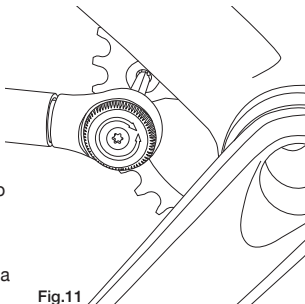

Fig.11
- Serrate con una chiave dinamometrica le viti a 8 Nm (71 in.lbs) (Fig. 11).